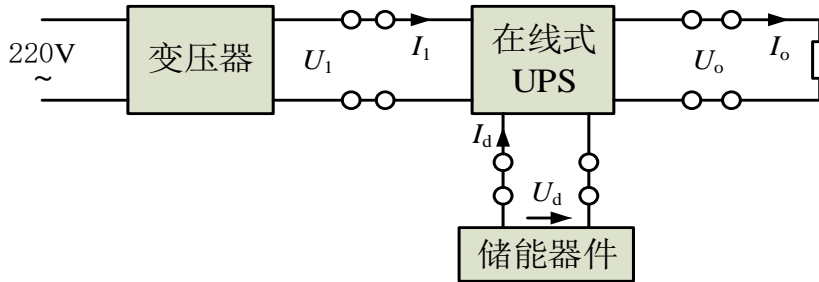

图 1 在线式不间断电源原理框图
设计并制作交流正弦波在线式不间断电源 (UPS), 结构框图如图 1 所示。
(1) 作品不得使用相关产品改制。
(2) 图 1 中的变压器由自耦变压器和隔离变压器构成。
(3) 题中所有交流参数均为有效值。
(4) 本题定义：负载调整率 $S_I = |U_{o(0.1A)} - U_{o(1A)}| / 30$ 、电压调整率 $S_U = |U_{o(43V)} - U_{o(29V)}| / 30$ 、效率 $\eta = (U_o I_o) / (U_d I_d)$ ；其中 $U_{o(0.1A)}$ 、 $U_{o(1A)}$ 分别为负载调整率测试时，输出电流 I_o 为 0.1A、1A 时所对应的输出电压 U_o ；其中 $U_{o(43V)}$ 、 $U_{o(29V)}$ 分别为电压调整率测试时，输入电压 U_1 为 43V、29V 时所对应的输出电压 U_o 。
(5) 图 1 中的储能器件（蓄电池等）用直流稳压电源代替。
(6) 制作时须考虑测试方便，合理设置测试点，如图 1 所示。
(7) 为保证运行、测试安全，作品应具备必要的过压、过流保护功能。